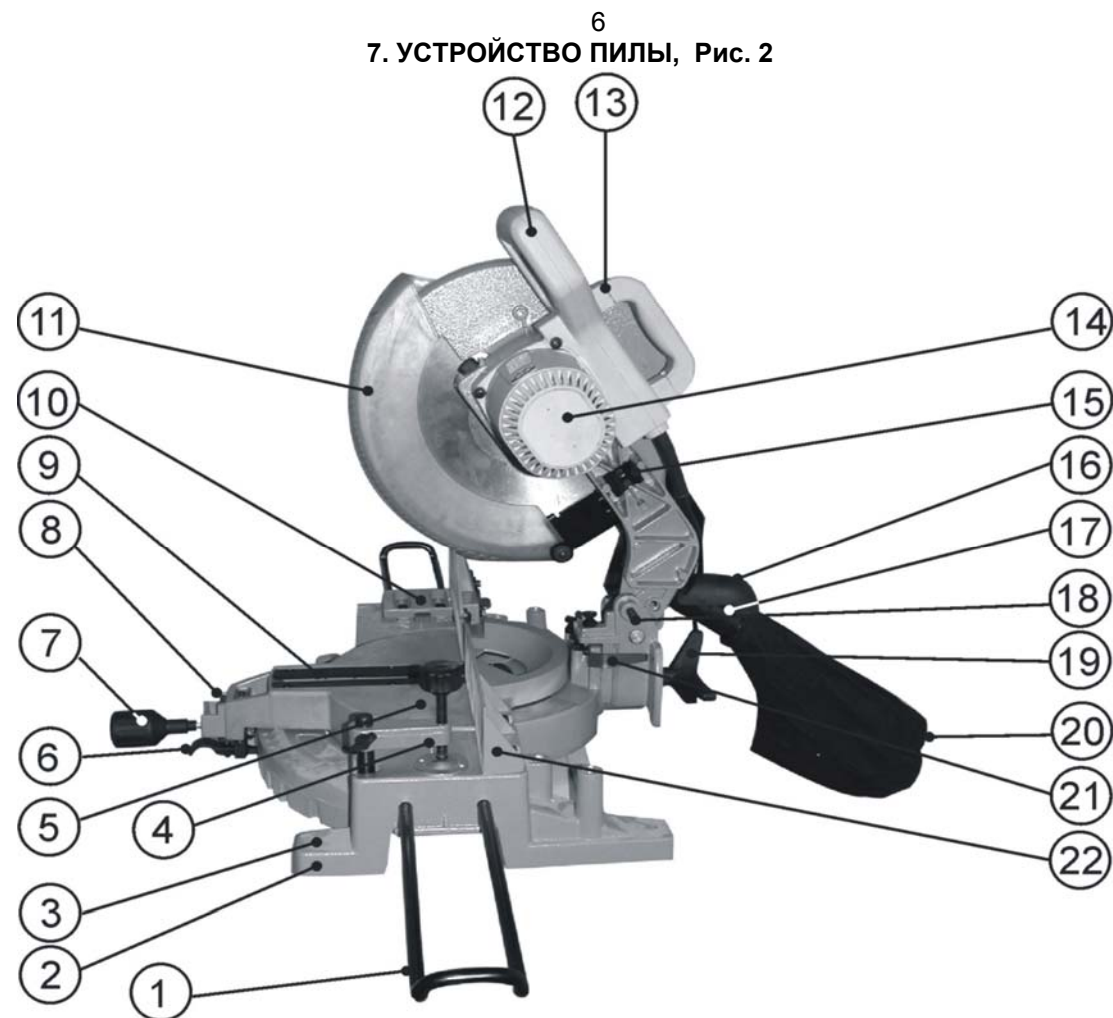
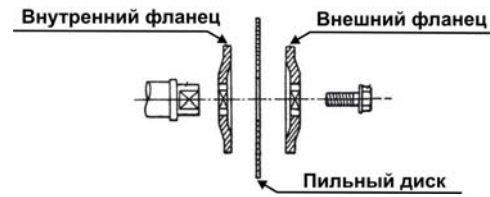
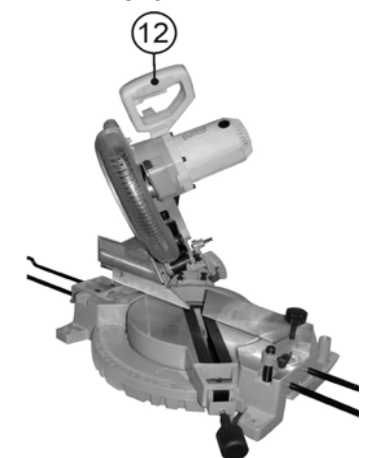
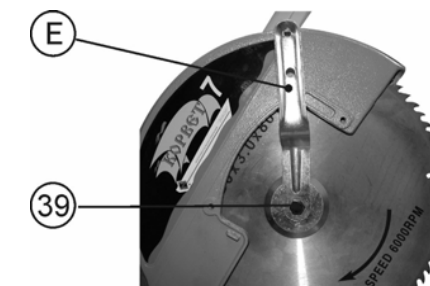

Рис. 2
Рис. 13
Рис. 4
Рис. 12
7. УСТРОЙСТВО ПИЛЫ, Рис. 2
8.1. Закрепите поворотный стол (5) с помощью винта фиксации поворотного стола (7) и затяните винт фиксации наклона пилы (19). При транспортировке пилы полностью опускается рукоятка пилы (12) и фиксируется в нижнем положении с помощью стопорной шпильки (18). Транспортировка пилы производится непосредственно за транспортную ручку (13), Рис.2.
9.1.1. Закрепите пилу болтами на ровной и устойчивой поверхности верстака. С этой целью станина (2) пилы имеет четыре отверстия (3). Это обеспечивает устойчивость пилы и безопасность эксплуатации, предотвращает возможность травматизма, Рис.2.
9.2.1. На станине (2) предусмотрены гнезда установки вертикальной струбцины (4). Вертикальная струбцина (4) может быть установлена в станине (2) как слева, так и справа от места распиливания, Рис. 2.
14.2. Установка пильного диска. Установите пильный диск в соответствии с последовательностью, указанной Рис.13 так, чтобы зубья пильного диска были направлены вниз в передней части пилы, Рис.2. Затяните болт крепления (39), Рис.12, вращением против часовой стрелки, придерживая в нажатом положении кнопку фиксации (34) пильного диска (30), Рис. 8.
9.3.1. Перед намеченной операцией определите размер от места распиливания до концов заготовки. Если этот размер превышает 0,55 м, то необходимо установить дополнительные выдвжные опоры (1) с одной или с обеих сторон в специальные отверстия в станине (2) пилы, Рис.2.
10.1. Поднимите вверх крышку (16). На патрубок пылесборника (17) наденьте пылесборник (20), Рис.2.
Используйте пылесборник (20) во время пиления для более аккуратной работы и легкого удаления опилок из рабочей зоны. Когда пылесборник (20) наполнится наполовину, отсоедините его от патрубка пылесборника (17) и освободите от содержимого, расстегнув молнию и слегка встряхнув для удаления опилок, Рис.2.
10.2. При использовании пилы в продолжительном режиме работы целесообразней патрубок пылесборника (17) соединить с пылесосом для сбора стружки и древесной пыли при работе (см.раздел 20, Рис.2).
11.1. Приведение пилы в верхнее положение (Рис.2)
11.2.1. Ослабьте винт фиксации поворотного стола (7), удерживая рычаг фиксации (6) в верхнем положении за головку винта фиксации поворотного стола (7). Поворачивайте поворотный стол (5) на необходимый угол установки, Рис.2.
11.2.2. Поверните стол до совмещения значения угла поворота, нанесённого на поворотном столе (5), с указателем в узле установки поворотного стола (8), Рис.2.
11.3.1. Для изменения угла наклона пиления, удерживая пилу за рукоятку (12), Рис.4, ослабьте установку винта фиксации наклона пилы (19), Рис.2, наклоните пилу влево на предполагаемый угол пиления, контролируя угол по показаниям шкалы (24) и указателя (21), Рис.5. Закрепите положение винтом фиксации наклона пилы (19), Рис.2.
14.1.3. Нажмите на кнопку фиксации пильного диска (34), Рис.8. Используя входящий в комплект к пиле ключ (E), Рис.1, отверните болт крепления пильного диска (39), Рис.12, поворачивая его по часовой стрелке (при этом, пильный диск не должен вращаться). Снимите внешний фланец и пильный диск, Рис.13.